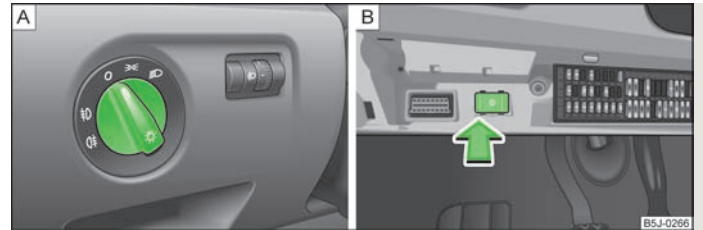

Abb. 21 Schalttafel: Lichtschalter / Sicherungsfach: Schalter für Tagfahrlicht
Bei Fahrzeugen mit **Rechtslenkung** weicht die Anordnung der Schalter zum Teil von der in » Abb. 21 gezeigten Anordnung ab. Die Symbole, die die Schalterstellungen markieren, sind jedoch gleich.
- Den Lichtschalter » Abb. 21 - A in Stellung »« drehen.
- › Den Lichtschalter in Stellung 0 drehen » Abb. 21 - **A**.
- › Den Schalter für das Tagfahrlicht einschalten » Abb. 21 - **B**.
- › Den Schalter für das Tagfahrlicht ausschalten » Abb. 21 - **B**.
- › Den Lichtschalter in die Stellung Standlicht \Rightarrow oder Abblendlicht \Rightarrow umschalten » Abb. 21 - **A**.